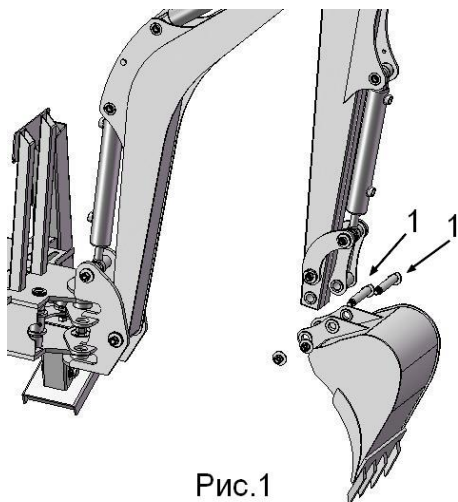

Рис.1
- выполнить демонтаж ковша, выбив пальцы установки ковша (поз.1 рис. 1);